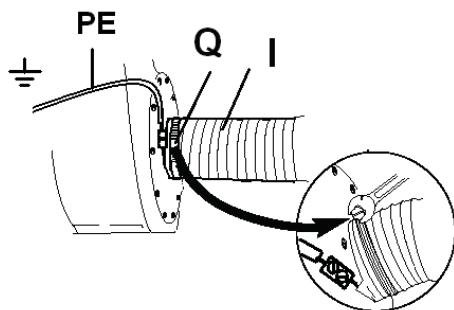

Рис. 4
- Подсоедините стальной провод шланга к желто-зеленому проводу заземления (PE, Рис.4). Это обеспечит защиту от статического электричества.